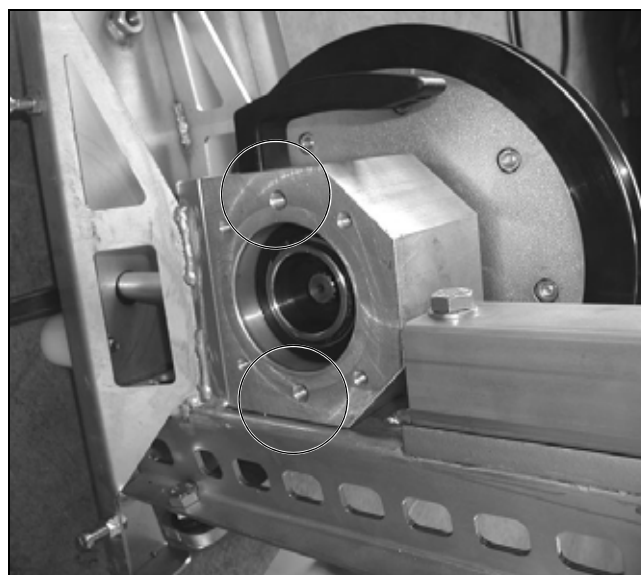
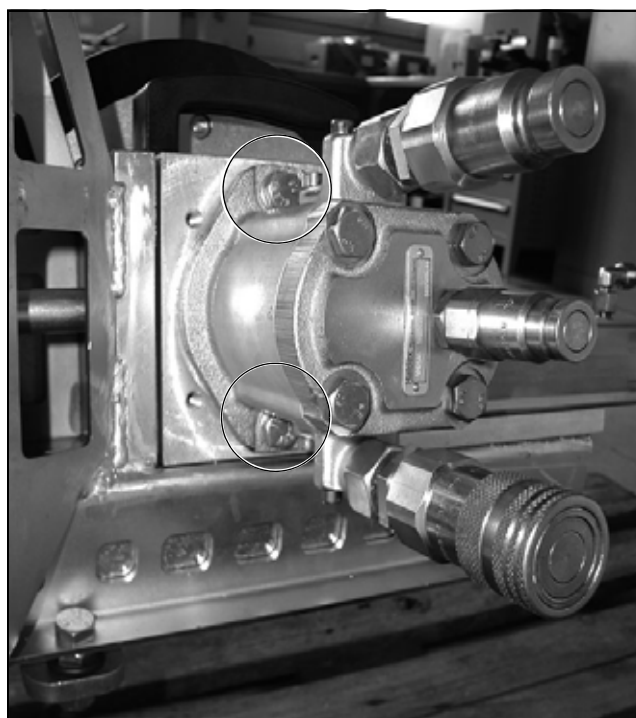

Рис. 5.10 Смонтированный (передний) пакет роликов (блок) с приводным колесом (со стороны фланца крепления мотора)
Рис. 5.12 Монтаж (поставленного) гидродвигателя привода (HM)
1. Вставьте поставляемую в комплекте соединительную втулку на шлицевый вал приводного колеса переднего пакета роликов (Рис. 5.10 и 5.11)!
2. Смонтируйте гидродвигатель на фланец крепления переднего пакета роликов (Рис. 5.10 и 5.12)!
5. Закрепите гидродвигатель привода с помощью прилагаемых винтов в обозначенных на Рис. 5.10 резьбовые отверстия (Рис. 5.12)!